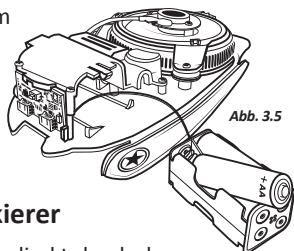

Abb. 3.5
7. Legen Sie die (4) AA-Batterien ein und achten Sie dabei auf korrekte Polarität. (Abb. 3.5)